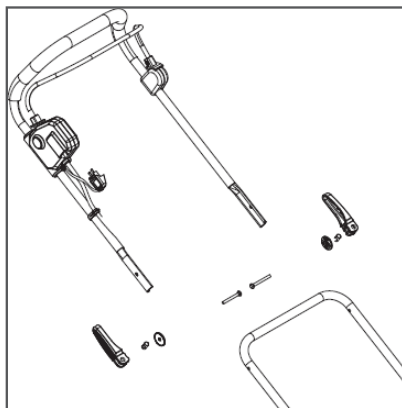

**Рис. 2** Установка нижней части рабочей рукоятки
1. Установите нижнюю часть рабочей рукоятки в удобное положение по высоте, совместив линию на конце фиксатора с одной из трех линий на корпусе газонокосилки. Вставьте фиксаторы в нижнюю рукоятку и затяните (см. Рис. 2).